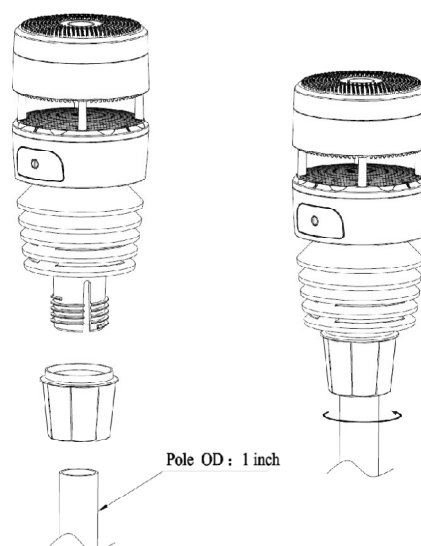

Abbildung 4: Montage Außensensor
2. Montage an einem Mast wie in Abbildung 4. Vergewissern Sie sich, dass der Montagepfosten senkrecht oder sehr nahe daran steht. Bei Bedarf eine Wasserwaage verwenden.